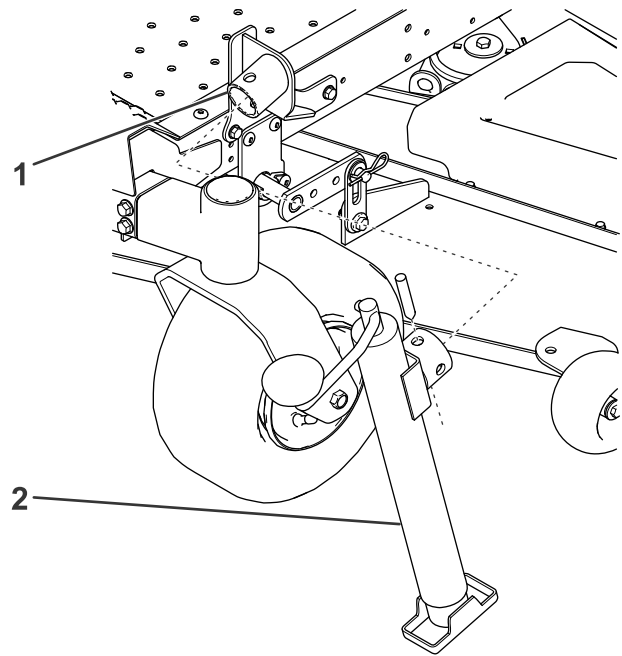

Bild 2
3. Befestigen Sie den Wagenheber mit dem Wagenheberstift an der Wagenheberbefestigung (Bild 2).